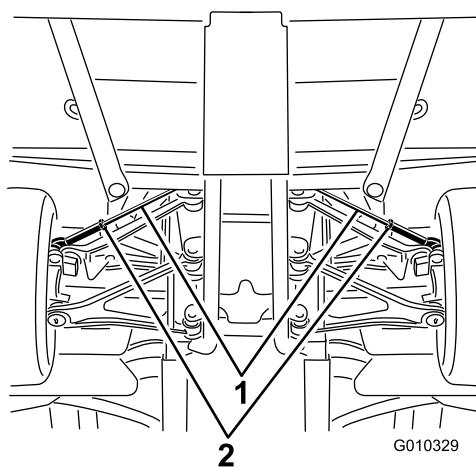

Figura 47
- Afloje la contratuerca del centro del tirante (Figura 47).